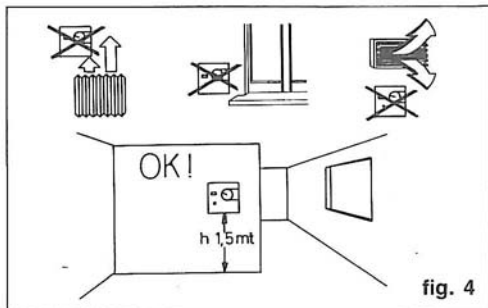

fig. 4
- Posizionarla sulla parete come indicato in figura (fig. 4) e contrassegnare i punti di foratura.